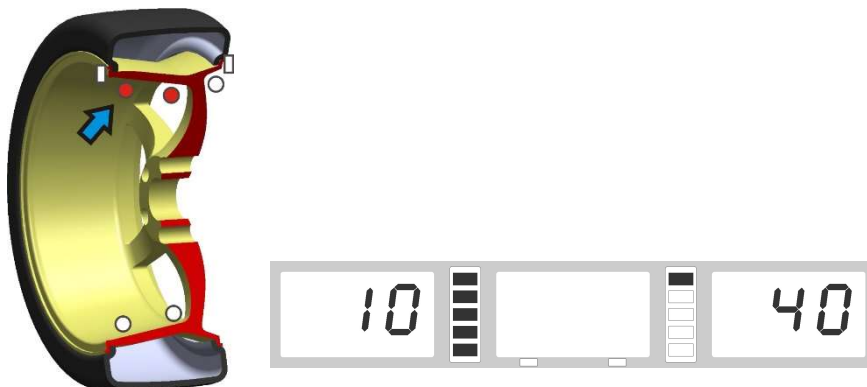

Fig. 11
- Draai het wiel langzaam verder linksom. Het linker display met volledig verlichte LED's toont nu de juiste hoekpositie waarop de balanceergewichten (12 uur positie) aan de binnenkant moeten worden aangebracht, zoals getoond in **Fig. 11**.